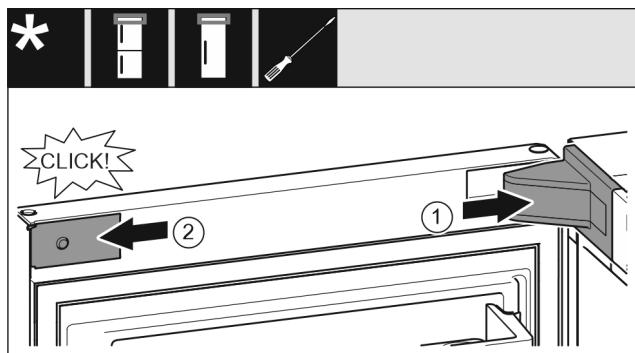

Fig. 23
- ▶ 放上并插入托架盖，如有必要小心地按压分开。Fig. 23 (1)
- ▶ 将隔板放置到侧面并插入。Fig. 23 (2)